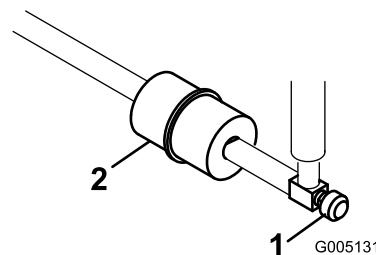

Рисунок 45
В топливном трубопроводе между топливным баком и карбюратором встроены проходной фильтр. (Рисунок 45). Убедитесь в том, чтобы стрелка на фильтре была направлена от топливного бака.
1. Закройте топливный отсечной клапан, снимите хомут шланга на обращенной к карбюратору стороне фильтра и отсоедините от фильтра топливный трубопровод (Рисунок 45).
2. Подставьте под фильтр сливной поддон, снимите оставшийся хомут и снимите фильтр (Рисунок 45).